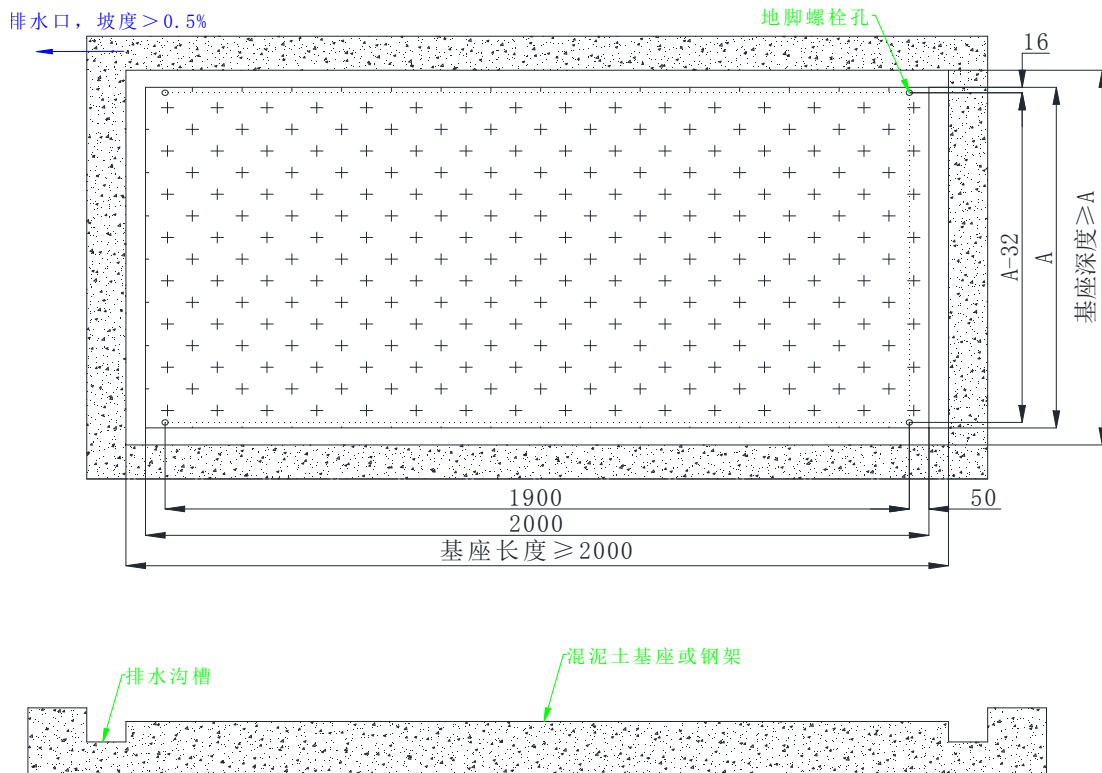
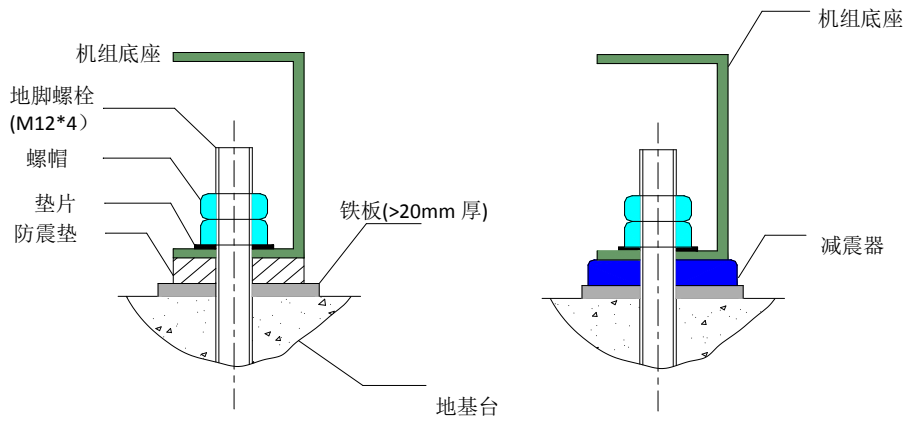

图 1 机组安装示意图
图 2
- 注：1) 图 1 地脚安装尺寸图为单元模块，模块时须注意实际各安装孔位置尺寸；
2) 采用图 2 固定方式时，根据图 1 安装孔位置，基础上请预留地脚螺栓安装孔；